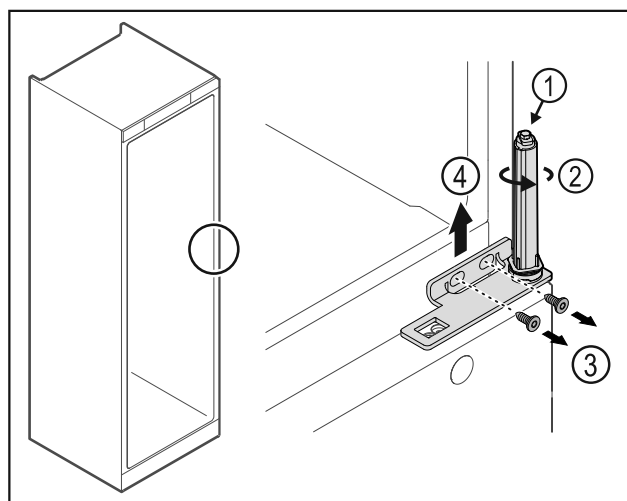

Fig. 33
- ▶ Dørlukkesystemet må ikke tas fra hverandre Fig. 33 (1).
- ▶ Drei på lukkesystemet Fig. 33 (2) til det sier klink.
- Løsne skruene Fig. 33 (3), trekk hengselvinkelen opp og av Fig. 33 (4).